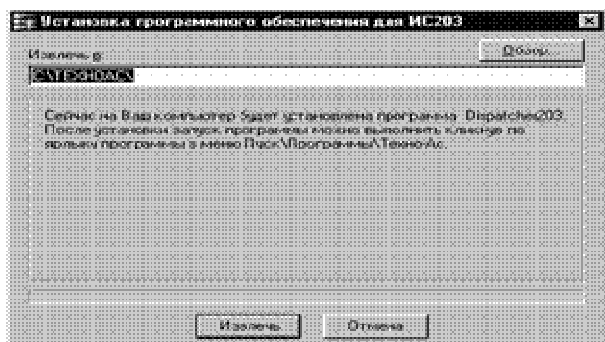

Рис. 4
3.2 В левой панели окна выбрать программу RealTimeControl. Для установки программы нужно нажать кнопку "Загрузить" или 2 раза щелкнуть левой кнопкой мыши по строке с названием программы. После запуска программы установки появится окно, показанное на рис. 4.